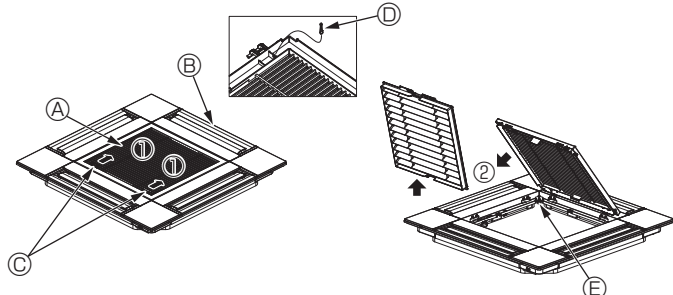

Fig. 10-3
10.2.1. Demontera luftintagsgallret (Fig. 10-3)
- Skjut spakarna i pilens riktning ① för att öppna gallret.
- Se till att luftintagsgallret är ställt i "öppet" läge och ta bort gångjärnet på luftintagsgallret från gallret i enlighet med pilen ②.